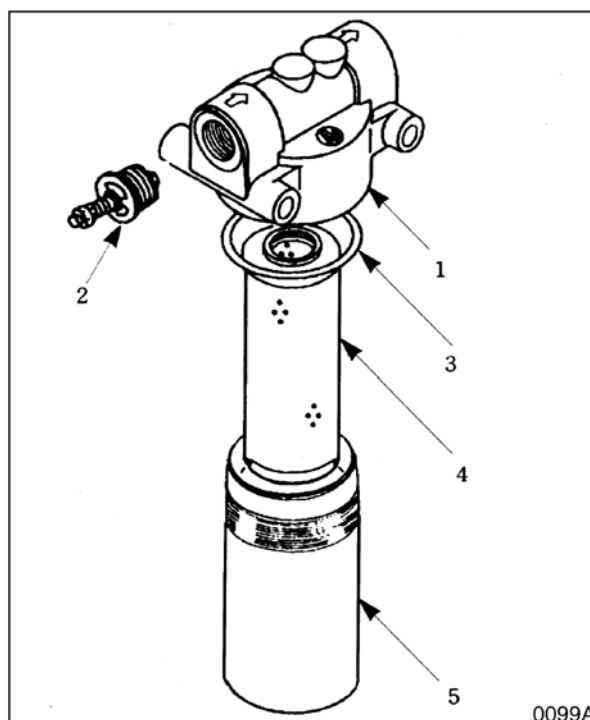

Рис. 47
2. Отвинтить крышку элемента (5, рис. 47). Крышка наполнена маслом. Удалите масло.
3. Снять уплотнительное кольцо (3, рис. 47) и фильтр (4).
4. Используйте негорючий, нетоксичный растворитель для очистки крышки (5 рис. 47).
5. Установите новый элемент фильтра (4, рис. 47) в крышку (5). Установите новое кольцевое уплотнение (3).
6. Навинтите крышку (5, рис. 47) на головку фильтра (1).